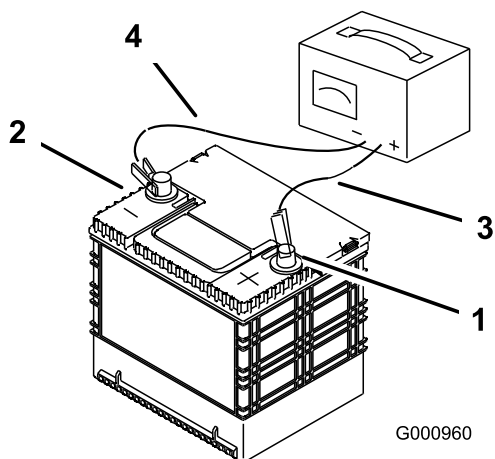

Figure 64
- Quand la batterie est chargée au maximum, débranchez le chargeur de la prise, puis débranchez les fils du chargeur des bornes de la batterie (Figure 64).